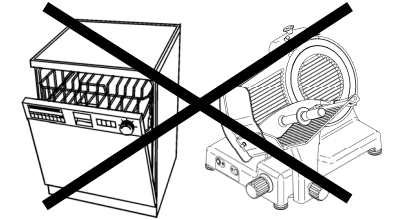

Abb. 20
- Die Aufschnittmaschine darf nicht in die Spülmaschine (Abb.20) und darf nicht mit Wasserstrahl gereinigt werden. Die Maschine nicht ins Wasser oder in andere Flüssigkeiten tauchen.